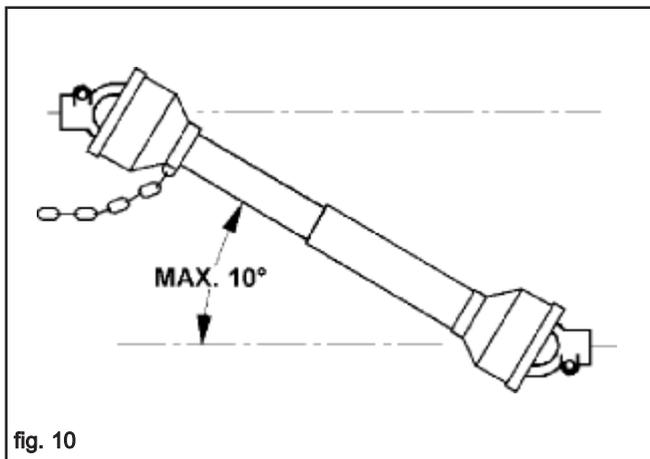

fig. 10
- 49) Die Zapfwelle immer ausschalten, wenn die Kardanwelle einen zu großen Winkel einnimmt (nie über 10 Grad – Abb. 10) und wenn sie nicht gebraucht wird.